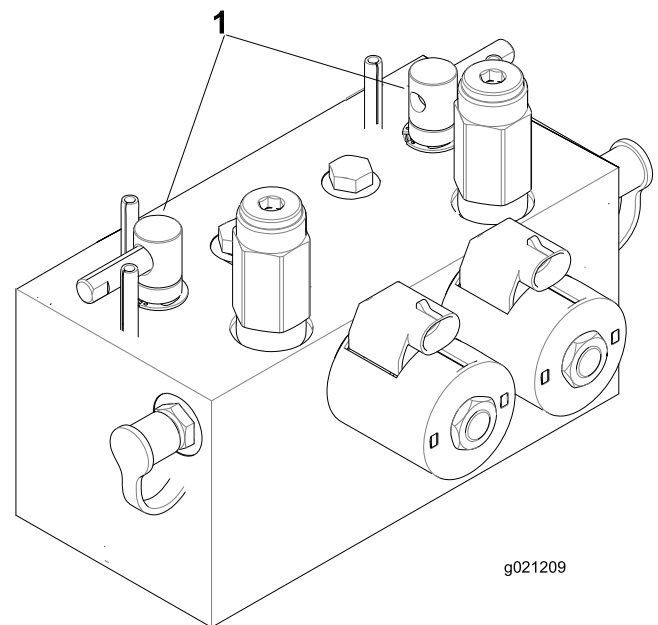

Figura 107
2. Desbloquee y levante el asiento para poder acceder a las palancas de autoafilado (Figura 107).
5. Seleccione la palanca de autoafilado correspondiente a los molinetes que desea autoafilar: delanteros, traseros o ambos (Figura 107).